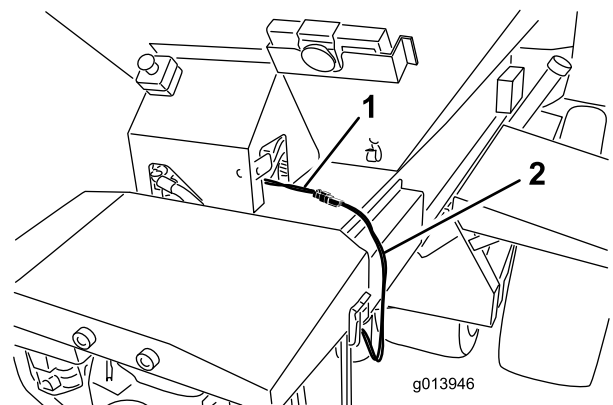
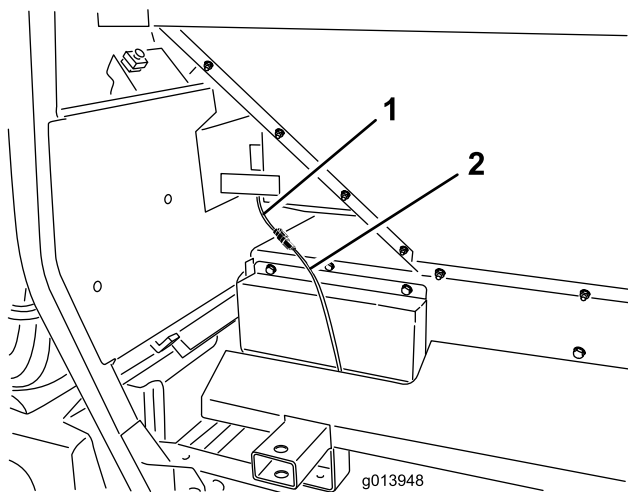

Bild 18
Bild 19
45. Stecken Sie den Zwischen-Kabelbaum in den Stromkabelbaumanschluss am ProPass (Bild 18 oder Bild 19).